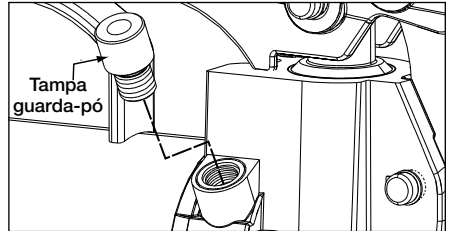

Figura 13, Válvula de Alívio (P-77, P-80, P-801 e P-84)
- Nos modelos P-77, P-80, P-801 e P-84, a válvula de alívio está localizada na lateral da cabeça da bomba. Ver Figura 13.